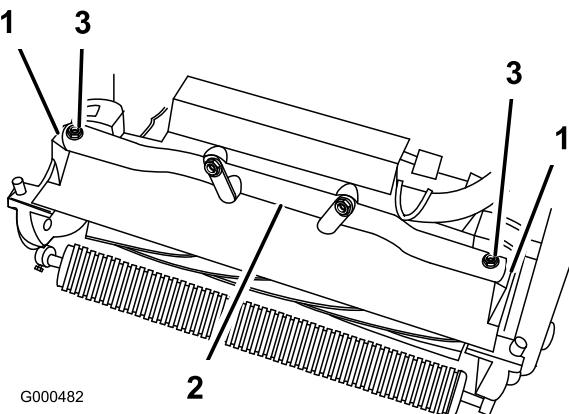

Figura 45
4. Togliete le due viti a testa cilindrica che fissano i bracci girevoli dell'apparato di taglio al tubo del telaio della trattice (Figura 45).
5. Girate in avanti i bracci girevoli (Figura 45) ed appoggiate la trattice sul cavalletto ancorato.